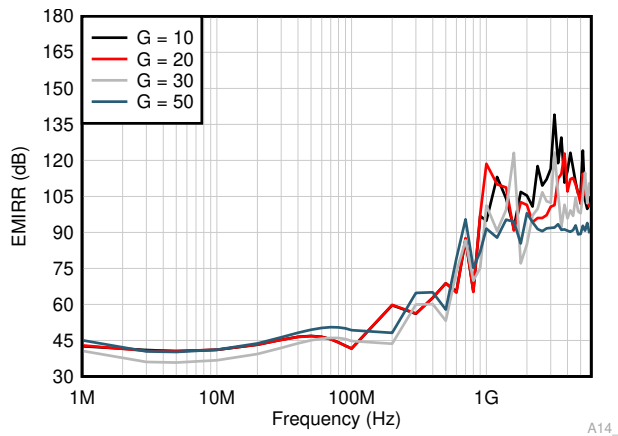

图 8-3. EMIRR 测试
INA350 采用集成电磁干扰 (EMI) 滤波以减少无线通信设备、混合使用模拟信号链和数字元件的高密度电路板等干扰源产生的 EMI 效应。通过电路设计技术可改进 EMI 抗扰度；INA350 受益于这些设计改进措施。德州仪器 (TI) 已经开发出在 10MHz 至 6GHz 宽频谱范围内准确测量和量化运算放大器抗扰度的功能。图 8-3 显示了在 INA350 上执行此测试的结果。表 8-2 提供了 INA350 在实际应用中通常会遇到的特定频率下的 EMIRR IN+ 值。运算放大器的 EMI 抑制比应用报告包含了与运算放大器相关的 EMIRR 性能主题，该报告可在 www.ti.com 上下载。